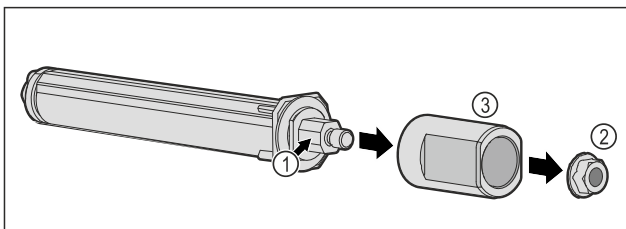

Fig. 46
- ▶ Türschließsystem Fig. 46 (1) nicht zerlegen.
- ▶ Mutter Fig. 46 (2) entfernen.
- ▶ Hülse Fig. 46 (3) abnehmen.